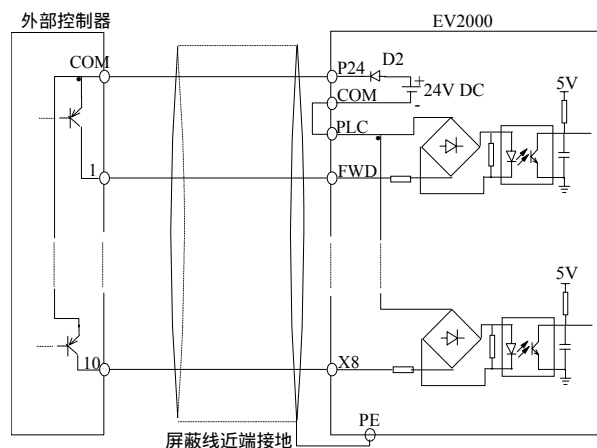

图3-25 使用变频器内部+24V电源的漏极连接方式
②使用变频器内部+24V电源, 外部控制器为PNP型的共发射极输出的连接方式(注意去除PLC与P24端子间的连接线), 如图3-25所示。